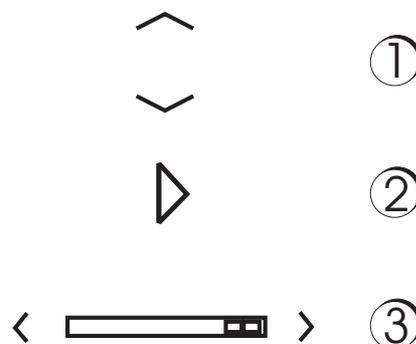

Figura 9: i pulsanti di navigazione
- Premere le frecce Su e Giù per muoversi all'interno del menu in verticale (cfr. figura 9, numero 1)
- Premere le frecce Su e Giù per aumentare o ridurre un valore (cfr. figura 9, numero 1)
- Premere la freccia chiusa per visualizzare un gruppo (cfr. figura 9, numero 2)
- Premere le frecce a destra o sinistra per muoversi all'interno del menu in orizzontale, attraverso i gruppi (cfr. figura 9, numero 3)